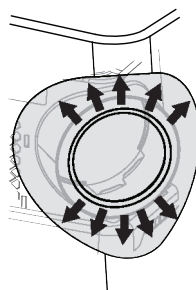

Figure 15
- Tendez bien le sac autour de la paroi de l'adaptateur du tube flexible, comme illustré à la Figure 15.